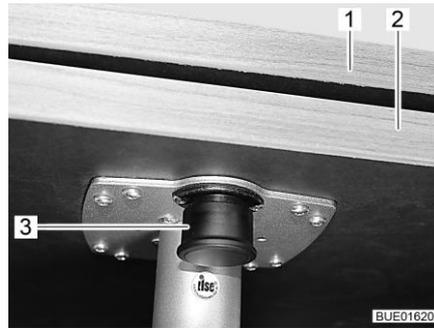

Fig. 122 Prolongación de mesa giratoria hacia fuera
- Tirar el botón (Fig. 122,3) del bloqueo hacia abajo y girar la prolongación de la mesa (Fig. 122,2) hacia fuera.
- Girar la prolongación de mesa (Fig. 122,2) debajo del tablero de la mesa (Fig. 122,1) hasta que se oiga engatillar el bloqueo.